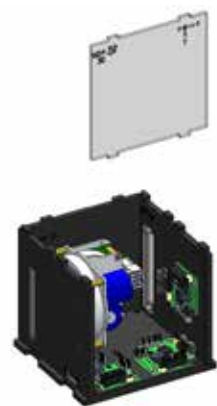

Рисунок 69. Установка боковой панели на нижнее основание
9) Закрепить прозрачную панель на нижнем основании. Для этого панель провести по направляющим в стенках до основания и защелкнуть. Соблюдать расположение и ориентацию прозрачной панели с осями как на картинке ниже (рисунок 69):